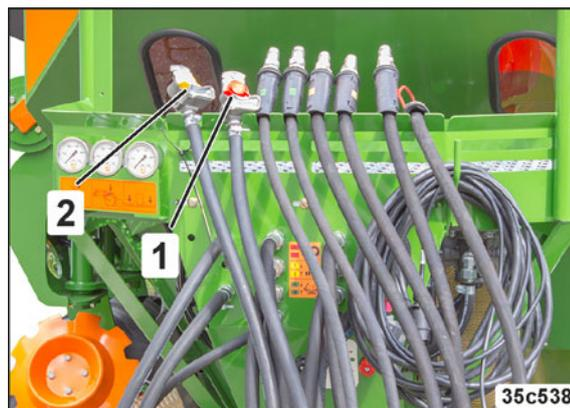

Fig. 131
- eine Vorratsleitung (Fig. 131/1) mit Kupplungskopf (rot)
- eine Bremsleitung (Fig. 131/2) mit Kupplungskopf (gelb).